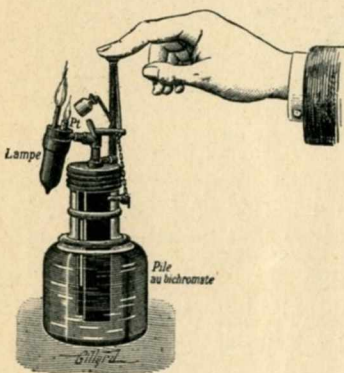

FIG. 332. — Allumoir électrique Radiguet.
(1) La figure 332 nous montre que le courant d'une pile-bouteille suffit à réaliser un allumoir, mais hélas ! dès que les piles interviennent, adieu la propreté et souvent hélas !.. la durée et la rapidité.